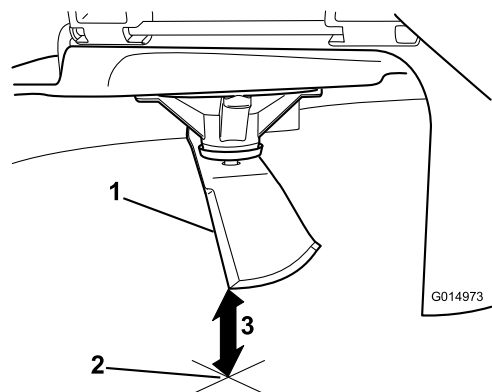

Bild 104
5. Messen Sie von der Messerspitze bis zu ebenen Fläche (Bild 104).